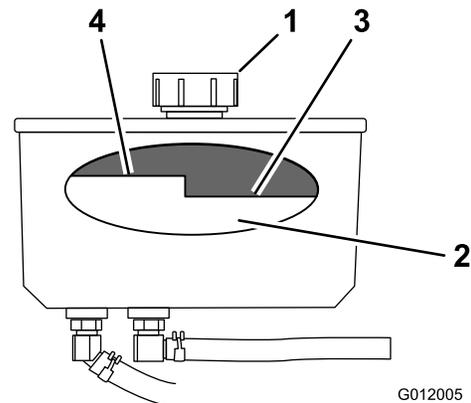

Figure 80
4. Nettoyez la surface autour du bouchon et du goulot de remplissage du réservoir hydraulique (Figure 80).
5. Enlevez le bouchon du goulot de remplissage. Vérifiez le niveau d'huile à l'intérieur du réservoir (Figure 80).
Remarque: Lorsque l'huile est chaude, elle doit atteindre le haut du repère "à chaud" sur le déflecteur (Figure 80).